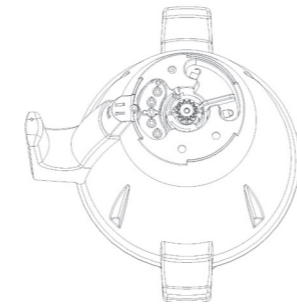

Fig. 1
2. Pour retirer le couteau, placez le bol en position verticale. Poussez sur le levier vers en bas et vers la gauche pour libérer le couteau. (voir Figure 1)